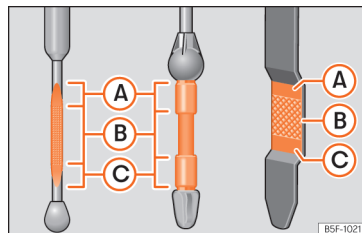

Fig. 189 Vareta de medição do nível de óleo.
- Em seguida, retire-a novamente e verifique o nível do óleo » » Fig. 189. Caso seja necessário, reponha óleo do motor.
- Quando o nível de óleo atingir pelo menos a zona » » Fig. 189 (B), enrosque a tampa do bocal de enchimento com cuidado » » ①.
Se o nível do óleo se encontrar por cima da zona »» Fig. 189 (A), não ponha o motor em funcionamento. Pode causar danos no motor e no catalisador. Dirija-se a uma oficina especializada.
O nível do óleo não pode ultrapassar, em caso algum, a zona »» Fig. 189 (A). Caso contrário, poderia ser aspirado óleo pela ventilação do cárter da cambota e chegar à atmosfera através do sistema de escape.